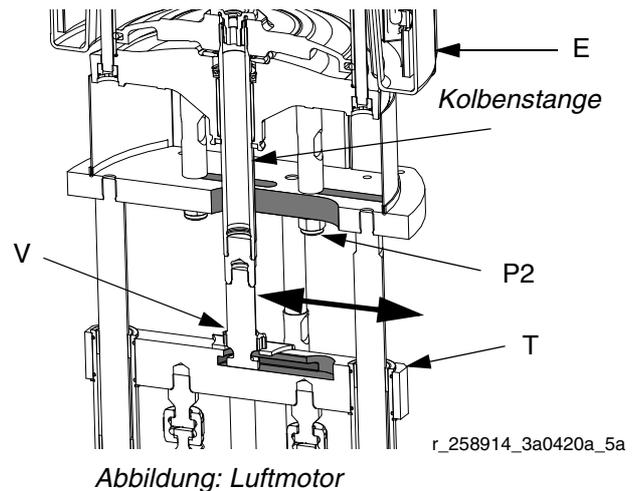

ABB. 7
5. Kolbenstange greifen und Position des Motors (E) verschieben, bis Anzeigelinien mit Verhältnis ausgerichtet sind. Siehe ABB. 6 und ABB. 7.